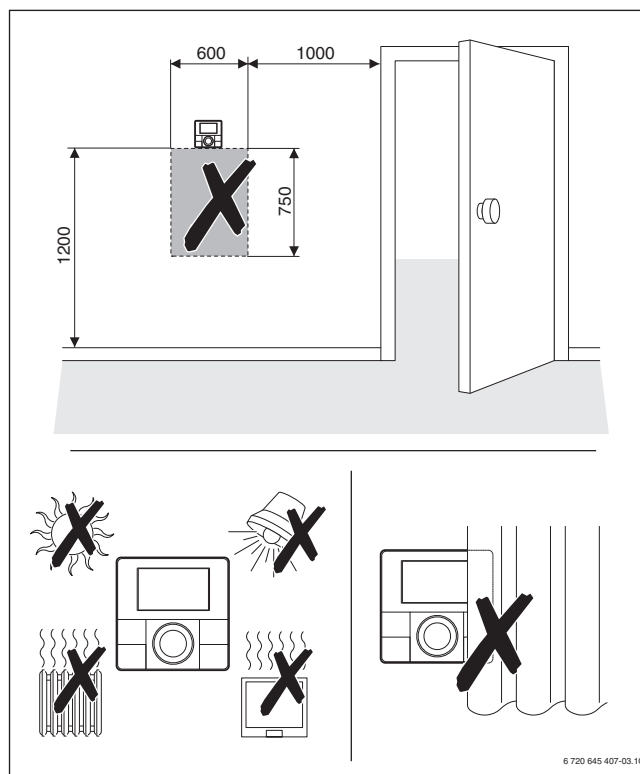

Bild 109 Position der Fernbedienung RC100/RC100 H im Referenzraum (Maße in mm)
- Bedieneinheiten deshalb für die raumtemperaturgeführte Regelung im Referenzraum installieren (→ Bild 109).